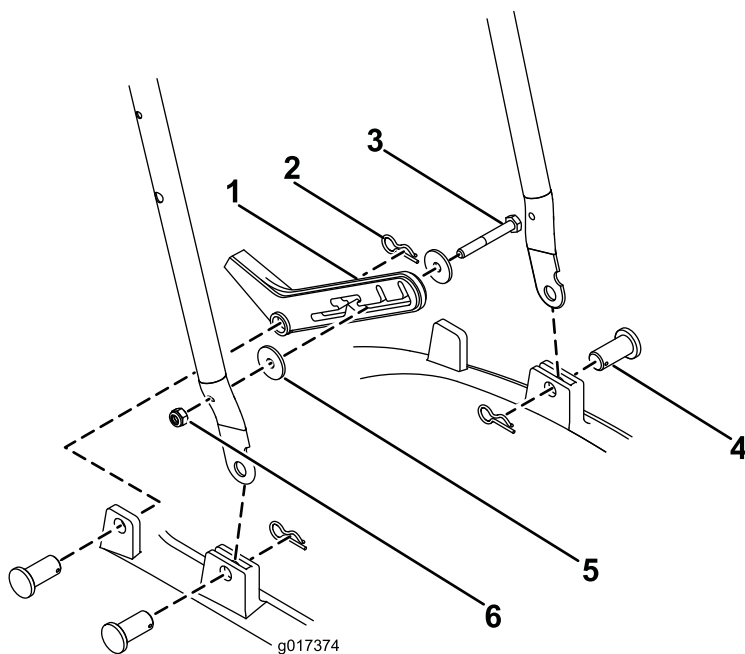

Figura 3
1. Fate scorrere la maniglia inferiore nel telaio (Figura 3).
2. Fissate ogni lato con un perno di fissaggio e una coppia (Figura 3).
3. Fissate l'arresto a pedale al lato destro della maniglia inferiore con un dado M6, un bullone M6 e 2 rondelle (Figura 3).
4. Fissate l'arresto a pedale al telaio con un perno di fissaggio e una coppia (Figura 3).